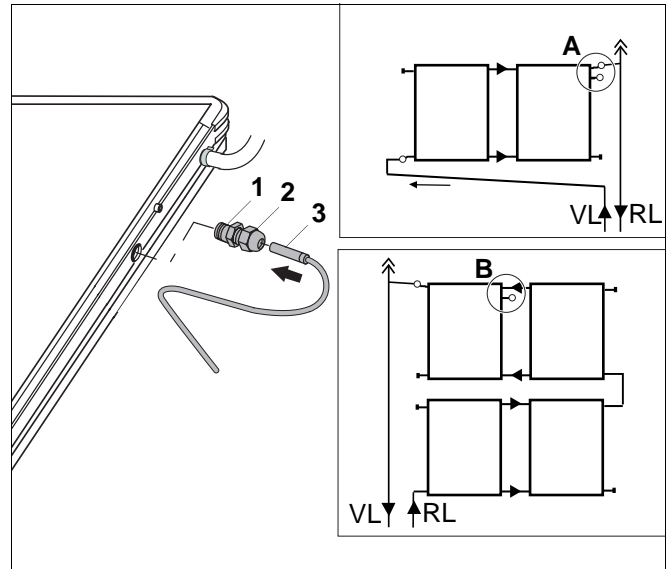

Abb. 23 Anschließen des Temperaturfühlers
- Den Temperaturfühler (Abb. 23, Pos. 3) durch die Klemmverschraubung (Pos. 1 + 2) führen und ca. 170 mm in den Kollektor einschieben.
- Das Unterteil der Klemmverschraubung (Abb. 23, Pos. 1) in den Kollektor einschrauben.
- Die Klemmverschraubung (Abb. 23, Pos. 1 + 2) festziehen.